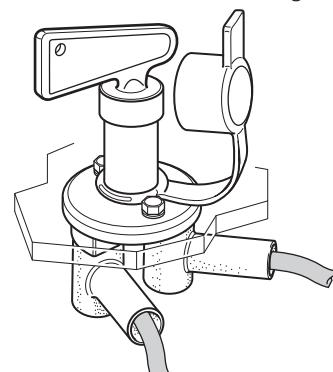

Fig. 51
- Faites glisser les capuchons de protection en caoutchouc sur les vis de connexion (Fig. 51.)